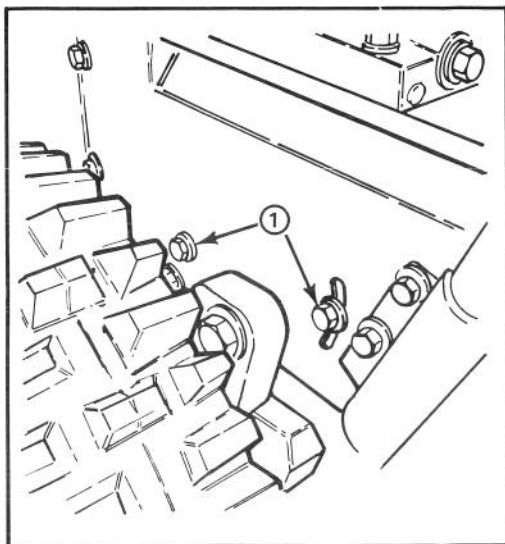

Figure 31
3. Desserrez les 4 boulons à tête à collerette (2 boulons de chaque côté) qui tiennent le châssis de transmission au châssis du moteur (fig. 31).